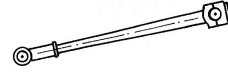

Abb.22: 2. Schritt
2. Schritt: In den Gelenkpunkten berührt sie die Nachbarteile Kurbelzapfen und Kreuzkopf. Es gibt somit zwei Kraftangriffspunkte (Abb.22). Die Schubstange ist ein Zweigelenkstab (Regel 2).